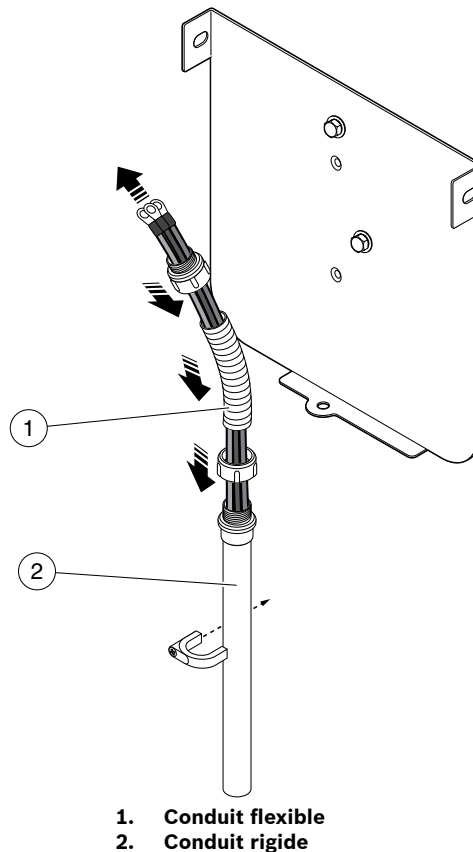
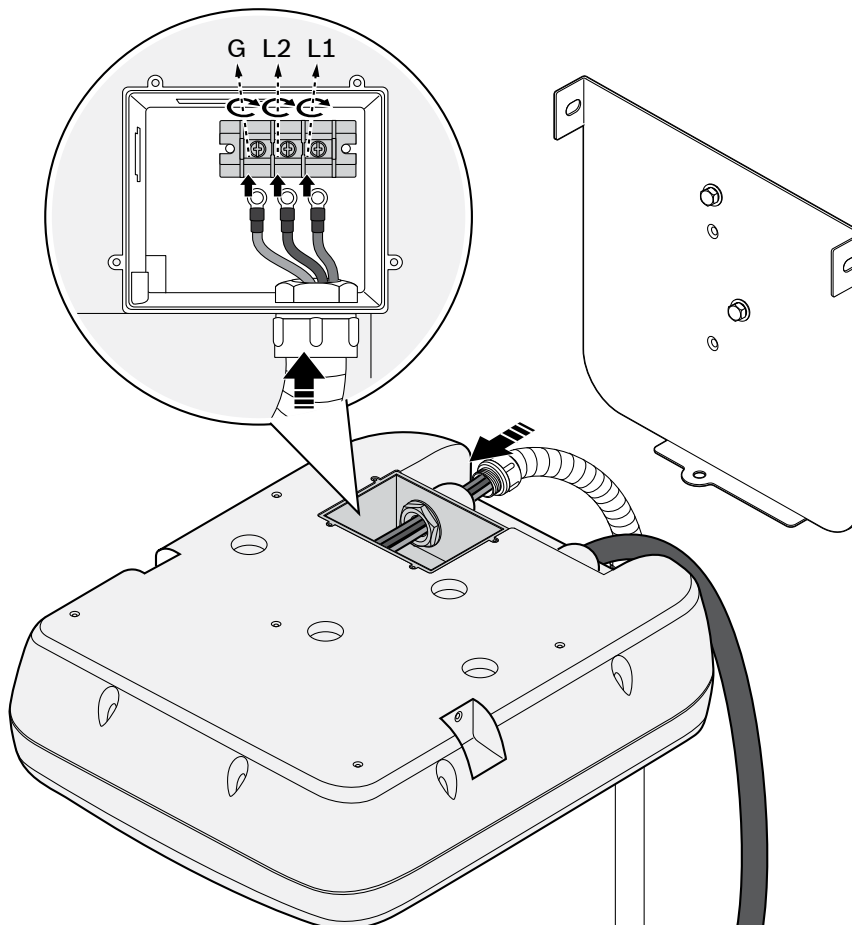

Figure 4-2. Utilisation du conduit
Figure 4-4. Câblage électrique avec détail du bornier d'entrée
2. Voir la Figure 4-2. Sélectionnez des conduits appropriés conformément à l'ensemble des normes et codes électriques locaux et nationaux en vigueur. Utilisez un conduit flexible lors de la connexion à l'arrière de la station de charge de niveau 2 pour faciliter la rotation et l'installation sur le support de montage (Figure 4-4).
4. Voir la Figure 4-4. Installez des anneaux de borne à chaque extrémité de fil et raccordez chacun d'eux au connecteur du bornier d'entrée correspondant. Utilisez du fil de cuivre de la taille appropriée pour utiliser l'EVSE selon son intensité de sortie nominale. Remplacez le couvercle du compartiment et serrez à un couple de 4,6 po lb (0,5 Nm).